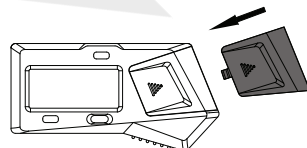

fig.3
---Cierre la tapa de la pila (fig.3).